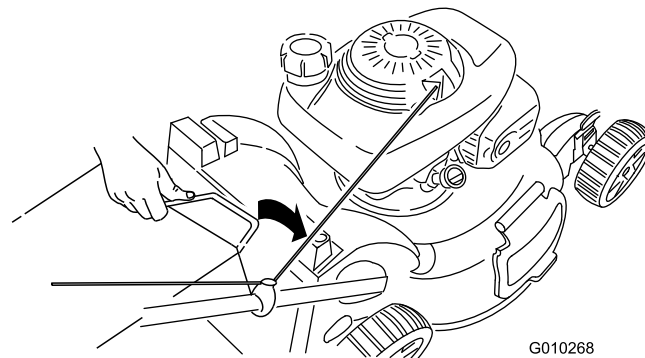

Bild 27
3. Setzen Sie den Fangkorbgriff in die Kerben oben an der Maschine ein (Bild 27).